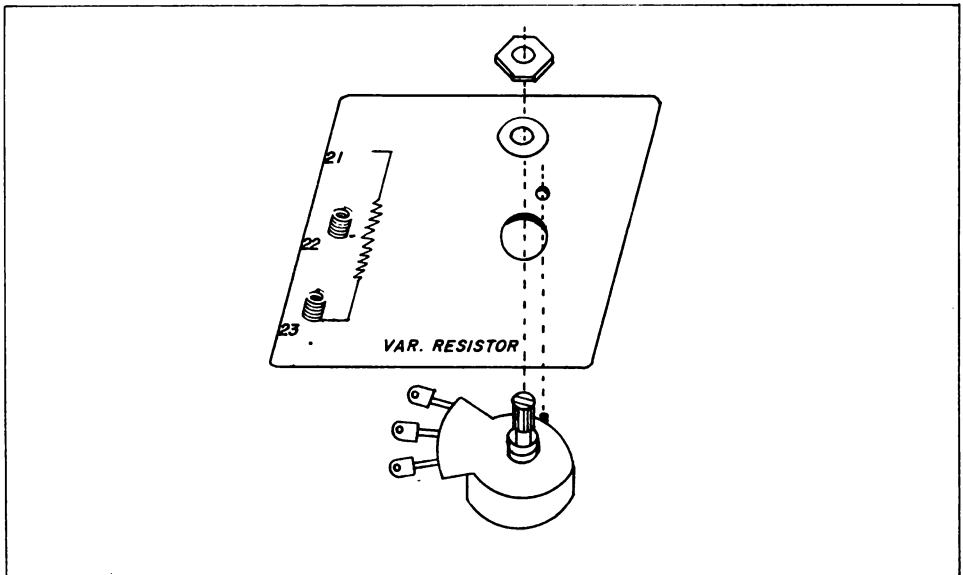

FIGURA 4
- (X) 6 - Apanhe o resistor de 1 K ohms (*marrom-preto-vermelho*) e repita as operações do passo 4, introduzindo desta vez o resistor entre as molas 5 e 6, e efetuando as ligações às partes inferiores das mesmas.
- (X) 9 - Apanhe o resistor de 10 K ohms (*marrom-preto-laranja*) e repita as operações do passo 4, introduzindo desta vez o resistor entre as molas 11 e 12, e efetuando as ligações às partes inferiores das mesmas.
- (X) 10 - Apanhe o resistor de 22 K ohms (*vermelho-vermelho-laranja*) e repita as operações do passo 4, introduzindo desta vez o resistor entre as molas 13 e 14, e efetuando as ligações às partes inferiores das mesmas.
- (X) 11 - Apanhe o resistor de 47 K ohms (*amarelo-violeta-laranja*) e repita as operações do passo 4, introduzindo desta vez o resistor entre as molas 15 e 16, e efetuando as ligações às partes inferiores das mesmas.
- (X) 12 - Apanhe o resistor de 100 K ohms (*marrom-preto-amarelo*) e repita as operações do passo 4, introduzindo desta vez o resistor entre as molas 17 e 18, e efetuando as ligações às partes inferiores das mesmas.
- () 16 - Agora introduza seu eixo no respectivo orifício, pela parte inferior da base de montagem (*veja a figura 4*).
- () 17 - Coloque agora no eixo, pela parte superior do painel, a arruela e a porca, e aperte esta última, prendendo o potenciômetro na posição correta, isto é, com os terminais para a esquerda e a pequena lingueta do potenciômetro no respectivo pequeno orifício (*veja a figura 4*).